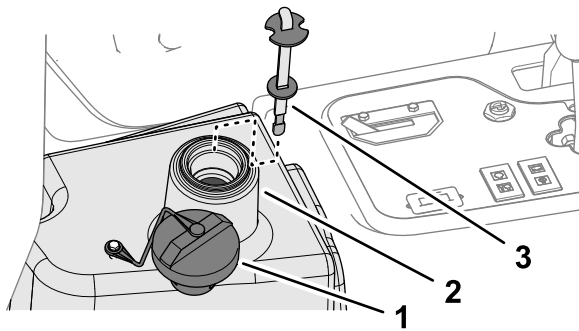

Figure 91
4. Versez environ 22,7 litres de liquide hydraulique dans le réservoir (Figure 91) ; voir Liquides hydrauliques spécifiés (page 63).